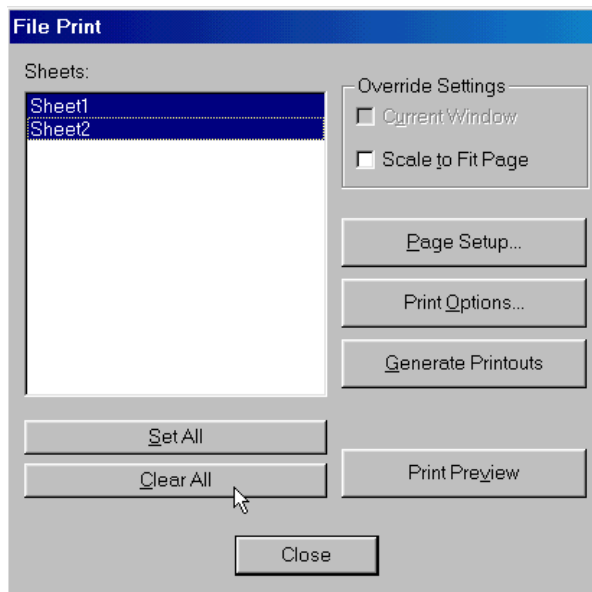

Рис. 6-31. Панель File Print
3) На панели **File Print** (рис. 6-31) нажмите на кнопку **Set All** (выбрать все) для выбора всех страниц проекта перечисленных в окне *Sheets* (страницы).